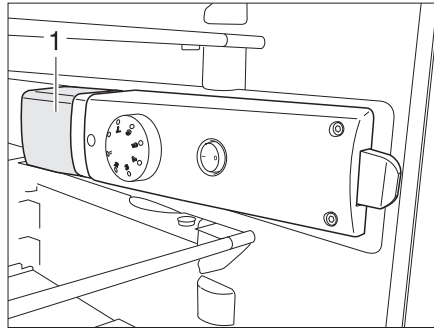

Fig. 267 Lampe du réfrigérateur
- De l'arrière, saisir en dessous du cache de luminaire (Fig. 267,1) et soulever le cache de luminaire d'env. 3 mm.